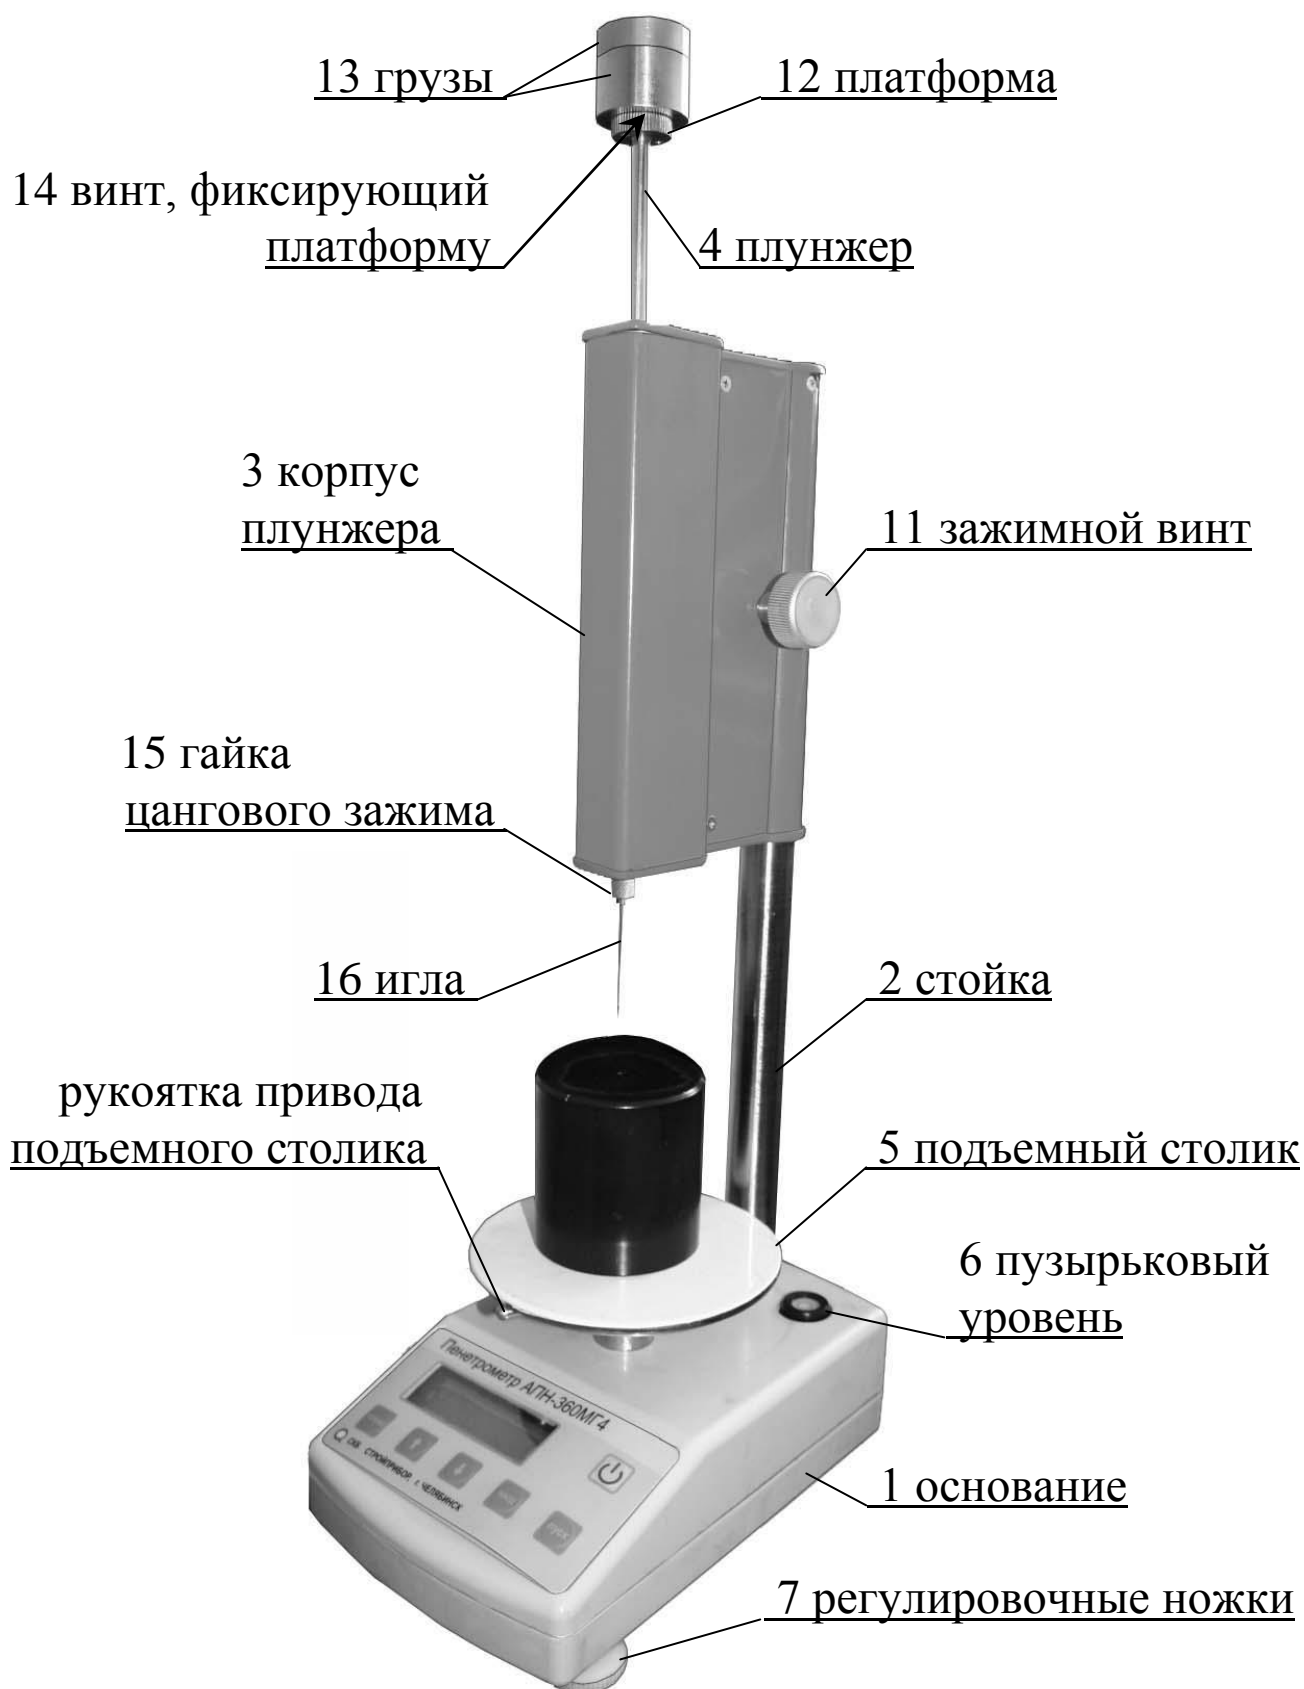

Рисунок 1 - Общий вид прибора АПН-360МГ4
1.4.1.7 На лицевой панели основания размещена (рис. 1) шильд-клавиатура с кнопками управления: **РЕЖИМ**, **ВВОД**,  $\uparrow, \downarrow$ , **Вкл** ( $\cup$ ), **ПУСК**.